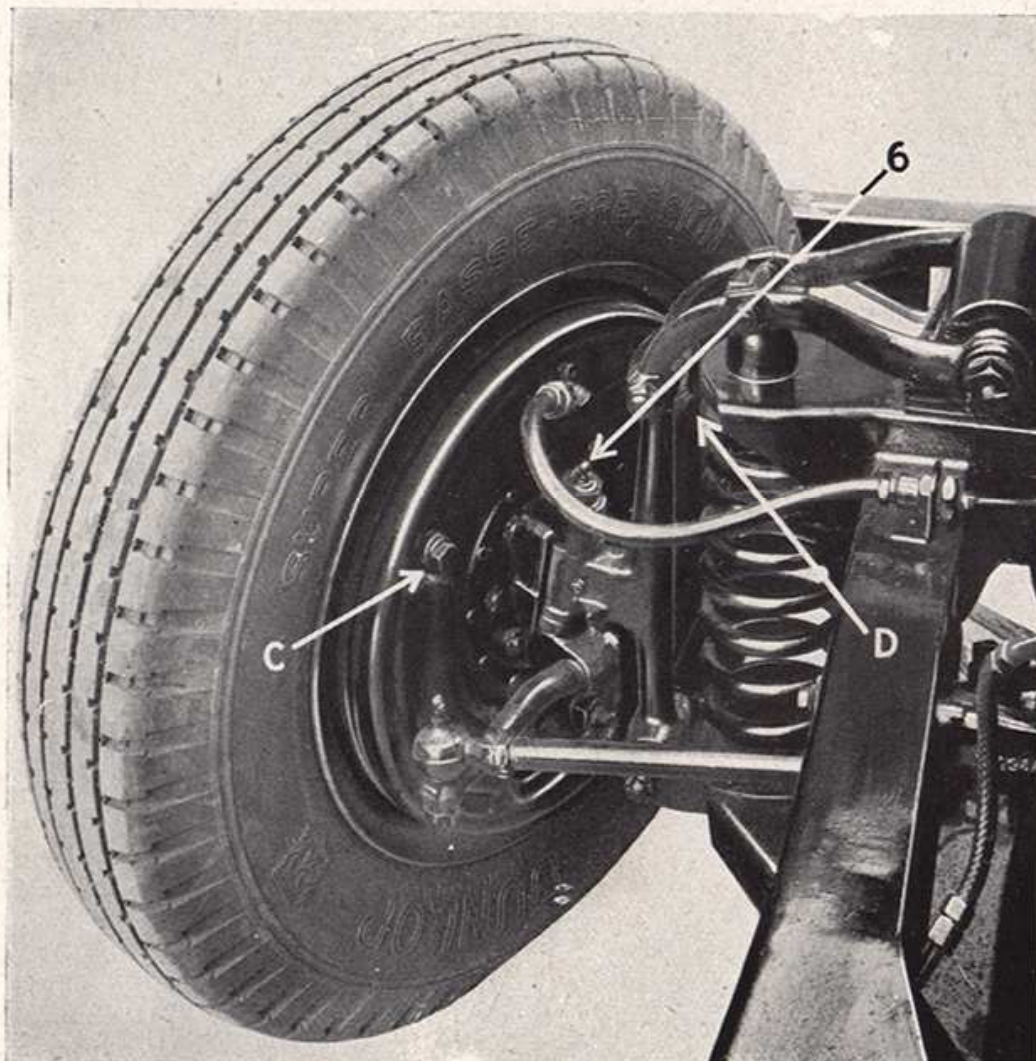

Fig. 18
La roue ne touchant pas le sol (voiture sur cric), faire tourner à l'aide d'une clé anglaise, vers l'intérieur, dans le sens des flèches, les écrous (C) et (D) (fig. 18 et 19) commandant les excentriques de butée des sabots, jusqu'à ce qu'on ne puisse plus faire tourner la roue à la main. Ramener ensuite ces écrous d'environ  $1/8$  de tour en sens inverse, et s'assurer que la roue tourne très librement; le réglage est alors effectué. Les écrous actionnant les cames de butée étant énergiquement freinés par des ressorts, aucun blocage n'est nécessaire. Effectuer cette opération pour les quatre roues. On doit régler séparément chaque segment C et D (serrage et desserrage) et non simultanément.